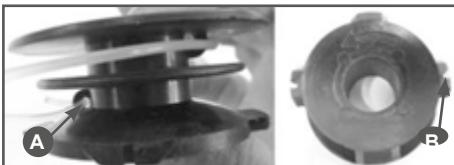

Рис.14 Установка корда
Извлеките катушку триммерной головки и очистите ее от остатков корда. Осмотрите детали головки на отсутствие повреждений. Поврежденные детали головки необходимо заменить. Отрежьте 2,5-3 метра корда, сложите его вдвое и выровняйте концы. Концы корда вставьте в специальные пазы в катушке (A) Рис.14. Намотайте корд плотно с натягом в канавку катушки. Направление намотки указано стрелкой на катушке. После намотки разрежьте петлю с кордом. Задержите концы корда в специальных пазах на катушке (B) Рис.14. Проденьте концы корда в отверстия на корпусе триммерной головки и установите катушку с кордом в корпус головки.